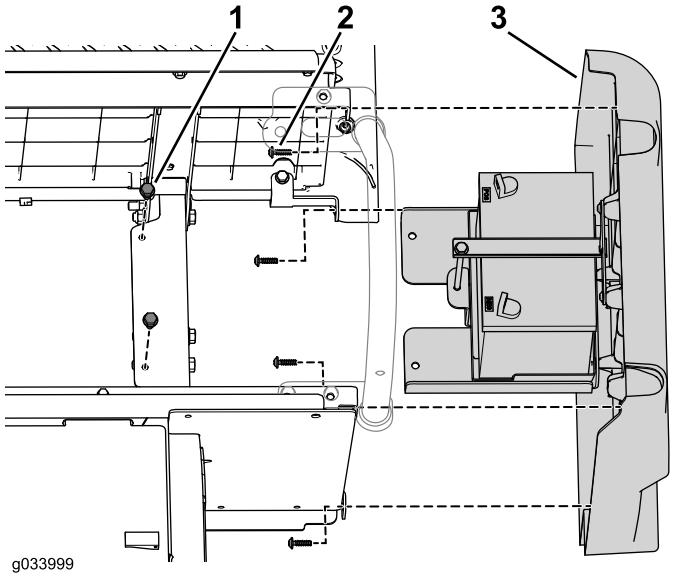

Figura 11
6. Rimuovete i 2 bulloni a testa flangiata (5/16" x 3/4") che fissano il vassoio della batteria al telaio e utilizzate una chiave a bussola T30 per rimuovere le 4 viti a testa Torx (M6,0 x 22 mm) che fissano il pannello destro e rimuovete il pannello (Figura 11).
Nota: La batteria viene rimossa insieme al pannello destro, come illustrato nella Figura 11.